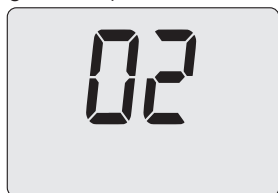

Figura 7.12
- Premendo il tasto 17 (Figura 7.2) sul display LCD appare il valore del parametro P06 (Figura 7.12).